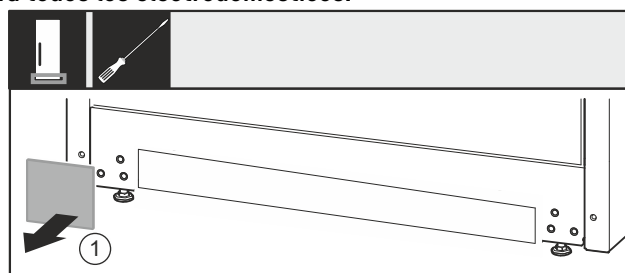

Fig. 36
- Retire la cubierta Fig. 36 (1).